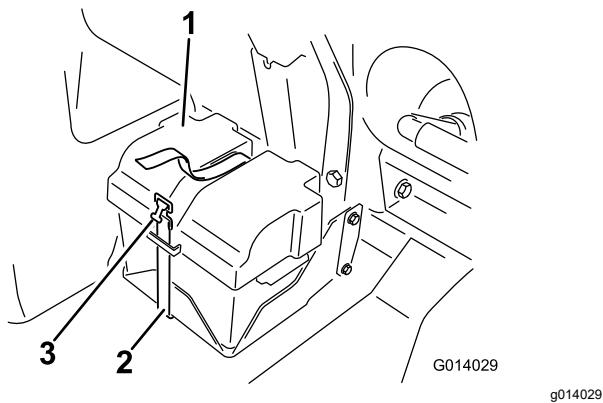

Figura 128
- Retire la tapa de la batería y desconecte el cable negativo (negro) del borne de la batería (Figura 128).
4. Instale la tapa de la batería y sujétela con la corredera que retiró anteriormente (Figura 128).